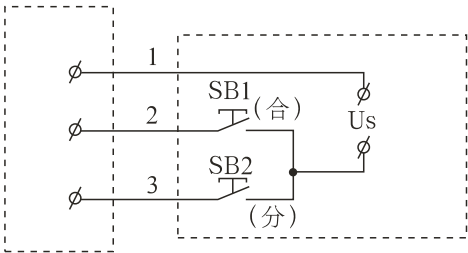

图2c 电动操作接线图
- (3) 根据引出导线的编号或接线端子的编号接入电源Us和控制按钮见图2c。